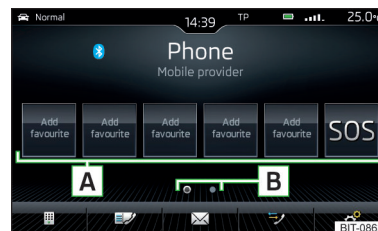

Fig. 200 Contactele preferate
- În meniul principal *Telefon* atingeți suprafața de comandă funcții liberă dorită  » fig. 200.
- ▶ Pentru **schimbarea grupei de memorare** atingeți suprafața de comandă funcții **B** » fig. 200.
- ▶ Pentru **selectare** atingeți suprafața de comandă funcții alocată **A** » fig. 200.
- ▶ În meniul principal *Telefon* atingeți lung suprafața de comandă dorită alocată **A** » fig. 200.